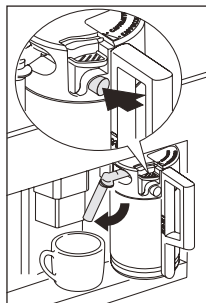

Abb. 33
- Positionieren Sie den Milchspender (Abb. 33) und stellen Sie dann eine ausreichend große Tasse unter Kaffeeauslauf und Milchspender.
- ▶ Stellen Sie einen Auffangbehälter unter den Milchspender (Abb. 33).
- ▶ Drücken Sie die Reinigungstaste (C3) (siehe Seite 34) am Deckel und halten Sie sie zum Starten der Reinigung mindestens 5 Sekunden lang gedrückt (Abb. 33) .